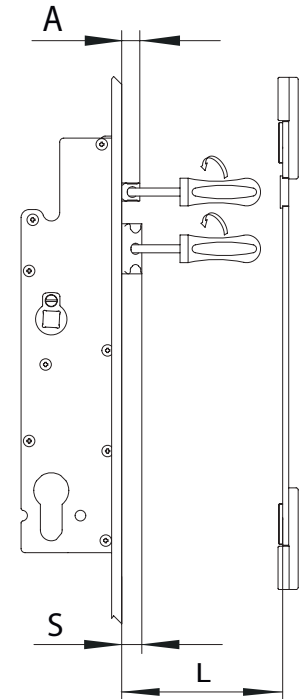

FIG. 2
- Si es necesario, invierta el picaporte y el sensor automático, y regule la parte que sobresale (Fig. 2).